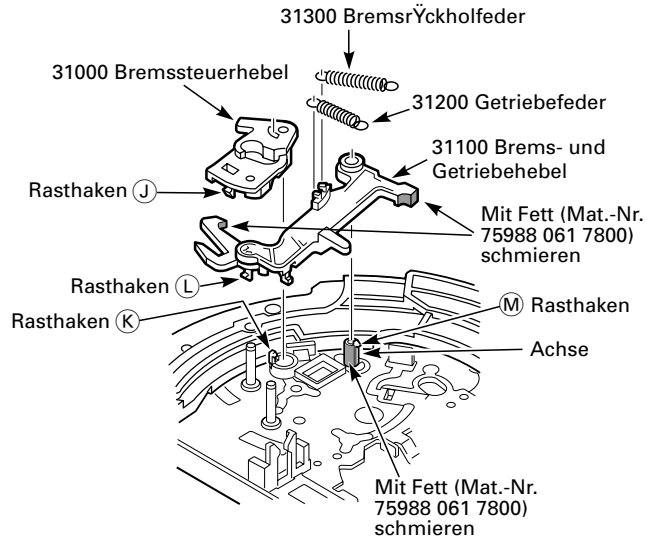

Fig. 8.22
- Rasthaken (J), dann Rasthaken (K) ausrasten und Bremssteuerhebel (Pos. 31000) herausnehmen (Fig. 8.22).
- Bremsrückholfeder (Pos. 31300) und Getriebefeder (Pos. 31200) aushängen (Fig. 8.22).
- Rasthaken (L), dann Rasthaken (M) ausrasten und Brems- und Getriebehebel (Pos. 31100) herausnehmen (Fig. 8.22).
- Schmierhinweise in Fig. 8.22 beachten!
- Bremsrückholfeder (Pos. 31300) aushängen (Fig. 8.22).